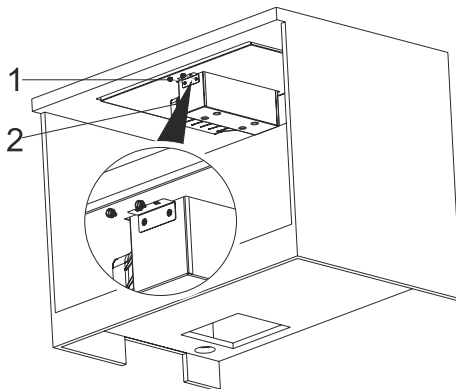

Fig. 16
6. Fastspænd beholderen nu med de medfølgende fingerskruer (Fig. 16).